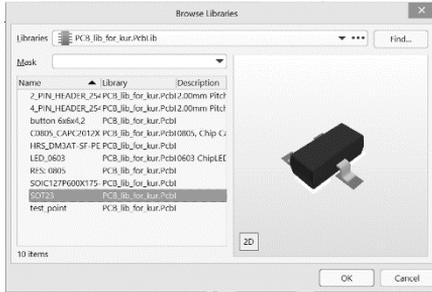

Рис. 3.25. Окно «Browse Libraries» с прикреплённым посадочным местом
3. В окне «BrowseLibraries» выбираем необходимую библиотеку (она должна быть открыта в менеджере проектов (Projects)) и находим посадочное место, которое хотим привязать (см. рис. 3.25)